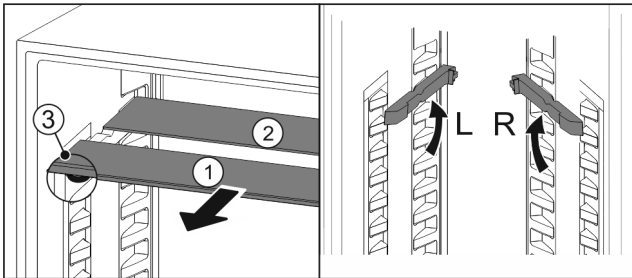

Fig. 110
- Sortir les tablettes par l'avant Fig. 110 (1).
- ▷ La tablette en verre Fig. 110 (1) avec bordure décorative est située à l'avant.
- ▷ Les butées Fig. 110 (3) sont orientées vers le bas.